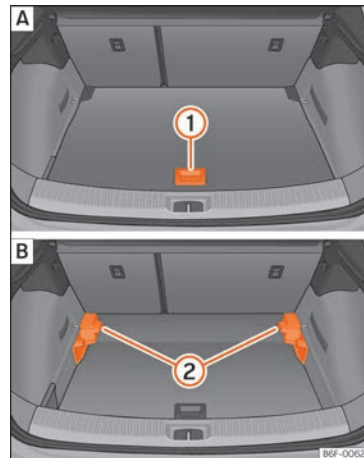

Abb. 165 Variabler Gepäckraumboden: **A** Hochstellung; **B** Tiefstellung.
- Heben Sie den Boden am Griffstück »» **Abb. 165** ① an und ziehen Sie ihn nach hinten, bis der vordere Teil vollständig über den Trägern ② liegt.
- Den Gepäckraumboden nun bis zum Anschlag an den Rücksitzlehnen nach vorne schieben und mit Hilfe des Haltegriffs ① absenken.